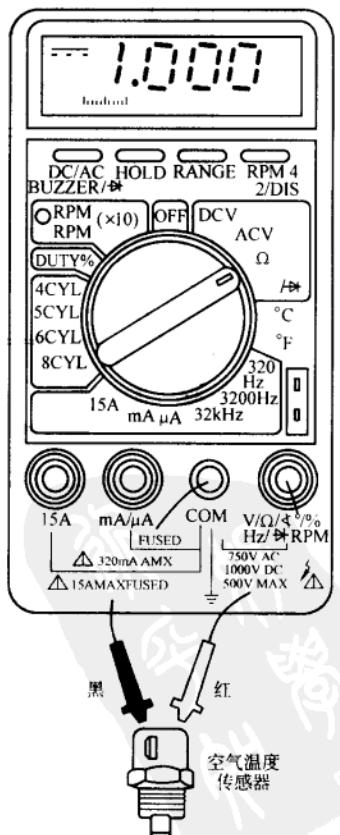

图1-6 测量电阻
(1) 测量电阻 将万用表开关转到电阻(Ω)档的适当位置并校零后,即可测量电阻值。测试前应将被测电路的电源切断,然后将表笔接至被测电阻两端,如图1-6所示。